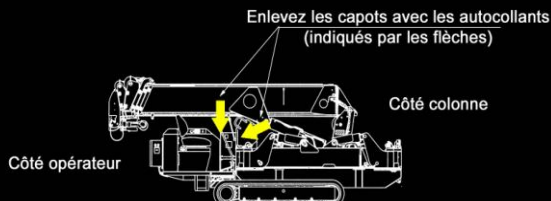

Figure 1 Capots à enlever
- Enlevez les capots aux 2 endroits indiqués sur la Figure 1.